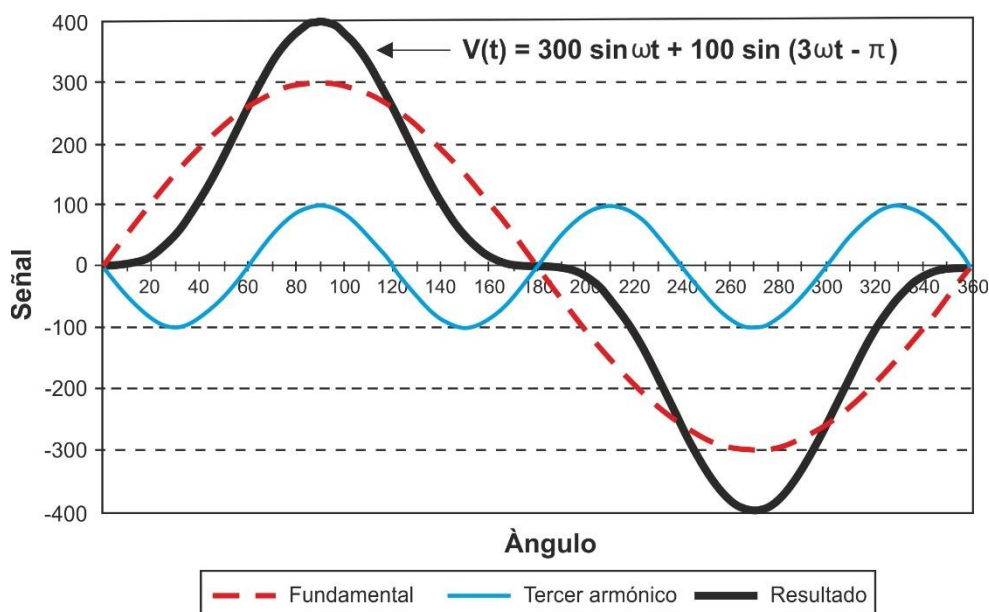

Fig. 88: Análisis armónico – Efecto de la suma de 2 frecuencias múltiples
Se puede observar como en la (1) el índice de la sumatoria va de **1 a ∞** . Lo que ocurre en realidad es que cada señal no tiene un número de armónicos ilimitado: **existe siempre un número de orden más allá del cual el valor de los armónicos es insignificante**. En la siguiente Fig. 88 se reporta un ejemplo de superposición de un armónico de 3º orden a una fundamental sinusoidal de una señal. El hecho de tener la fase del armónico en oposición de fase genera una señal resultante significativamente distorsionada y de amplitud mayor que la fundamental que podría crear problemas significativos en la gestión de las protecciones.